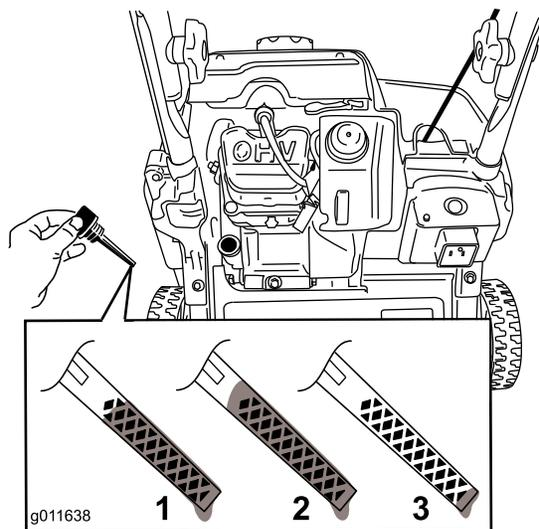

Рисунок 28
**Примечание:** Для того, чтобы правильно определить уровень масла на масломерном щупе, см. Рисунок 28.